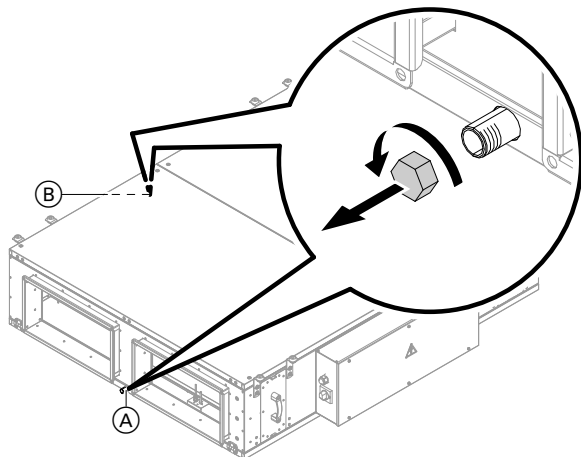

Abb. 40
- Falls die Kondenswasserabflussleitung nicht an dem zur Montagevariante passenden Kondenswasser-Ablaufstutzen angeschlossen wird, läuft das Kondenswasser nicht ab. Dadurch können Geräteschäden entstehen. Nur den zur jeweiligen Montagevariante gehörenden Kondenswasser-Ablaufstutzen verwenden: Siehe Abb. 40 und 41.